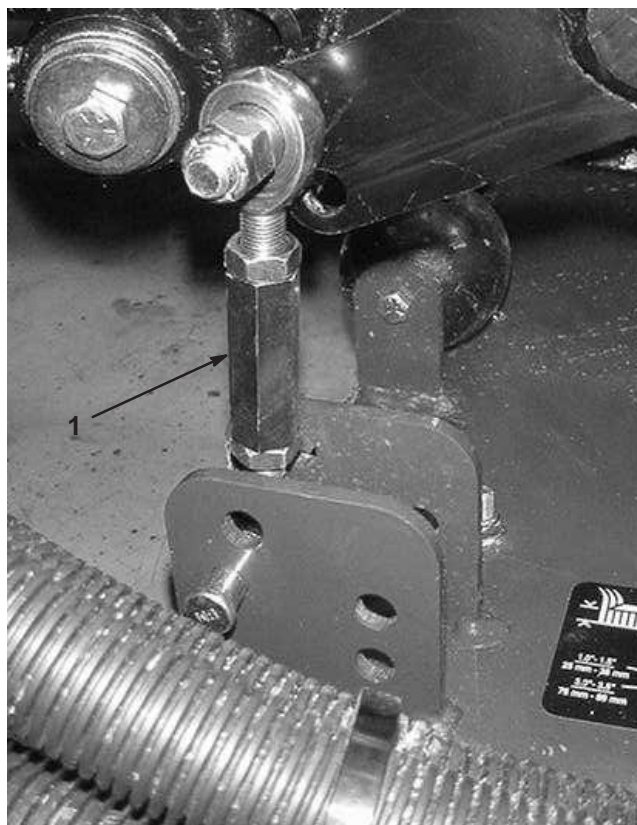
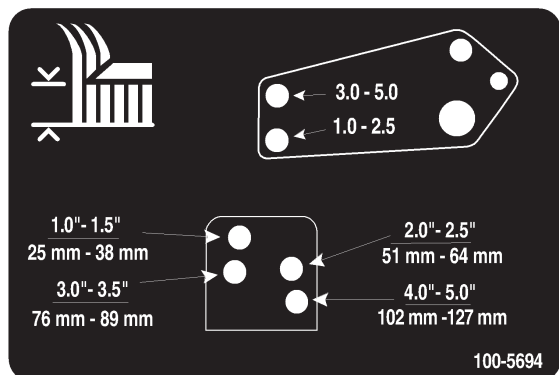

Bild 18
Bild 19
8. Entfernen Sie die Splinte und Lastösenbolzen, mit denen die Stoßdämpferverbindungen an den Schneidwerkbügeln befestigt sind (Bild 18). Fluchten Sie die Stoßdämpferverbindungs Löcher mit den ausgewählten Löchern im Schnitthöheneinstellbügel am Schneidwerkrahmen ab (Bild 19), stecken die Lastösenbolzen ein und bringen die Splinte an.